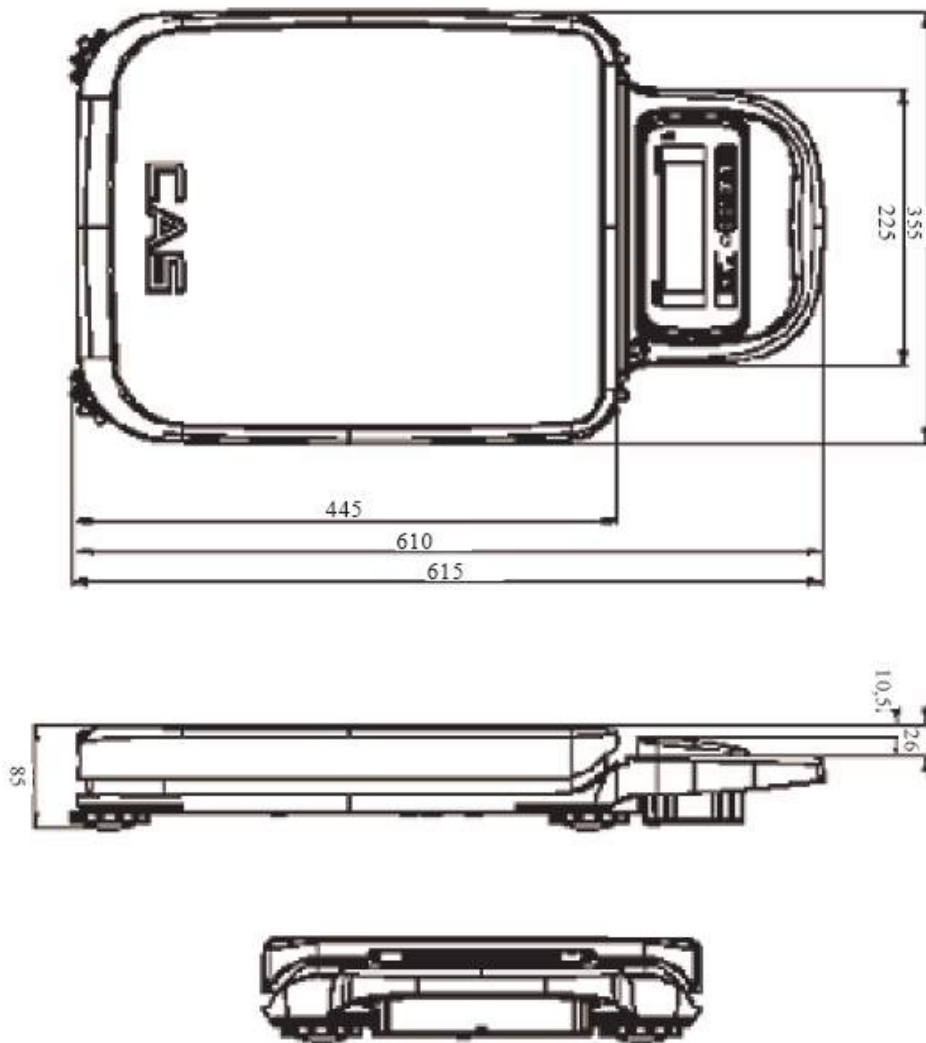

Рис.2 Габаритні розміри ваг
Кріплення індикатора та габаритні розміри ваг представлено на рис.2.
- Закріпіть індикатор в ручці ваг за допомогою двох гвинтів (див. рис. 2).